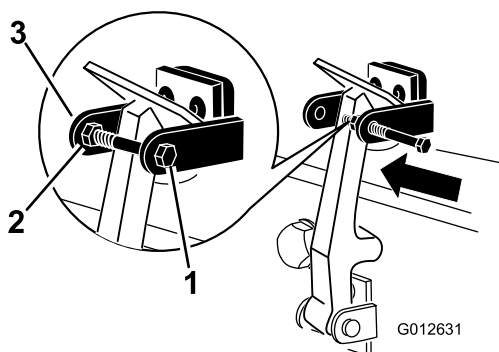

Figure 9
8. Vissez le boulon dans l'autre bras du support de loquet pour bloquer le loquet en position (Figure 9).